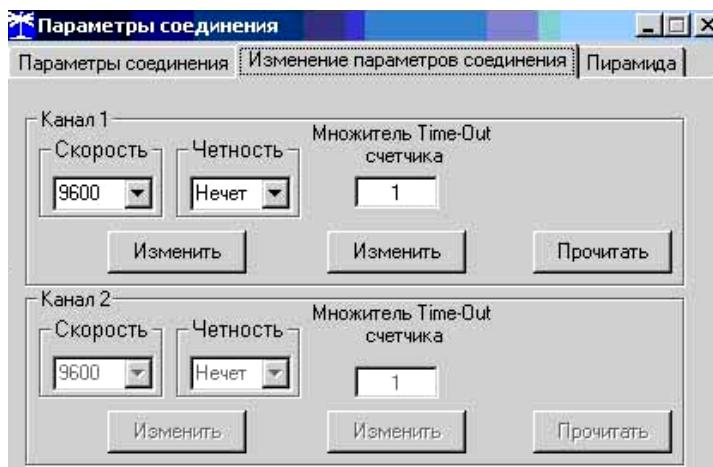

Рисунок 5 – Форма «Параметры соединения», вкладка «Изменение параметров соединения»
- открыть вкладку «Изменение параметров соединения» формы «Параметры соединения» (рисунок 5);
5.2.4.2 Скорость обмена по каналам RS-485 может быть изменена через оптический интерфейс, посредством вкладки «Изменение параметров соединения» формы «Параметры соединения» (рисунок 5).